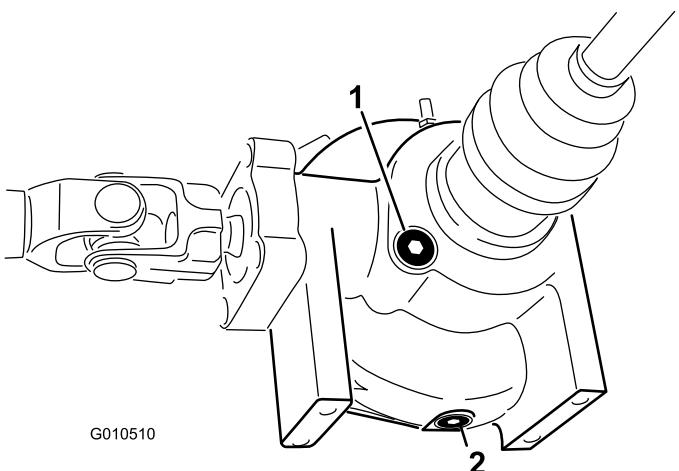

図 53
- デファレンシャル側面にあるドレンプラグの周辺をウェスできれいにぬぐう図 53。